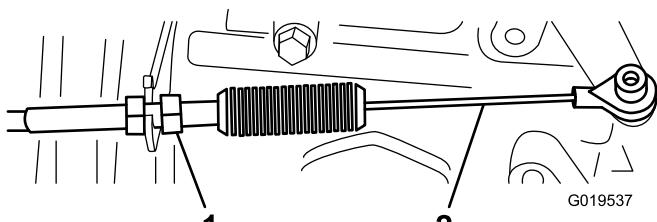
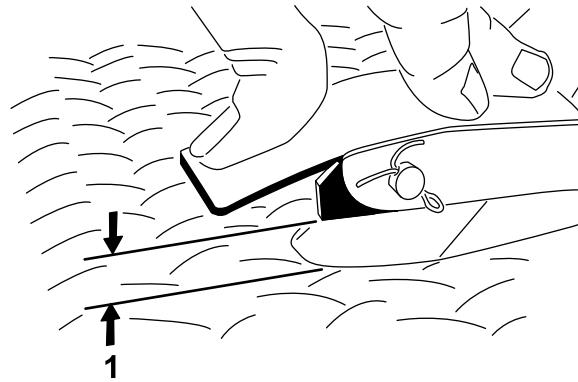

Figura 67
Figura 68
2. Ajuste a rótula do cabo de acelerador (Figura 67) para permitir uma folga de 2,54 a 6,35 mm entre o braço do pedal de acelerador e a parte superior da chapa do piso (Figura 68), aplicando uma força de 11,3 kg ao centro do pedal.
3. Aperte a porca de bloqueio (Figura 67).